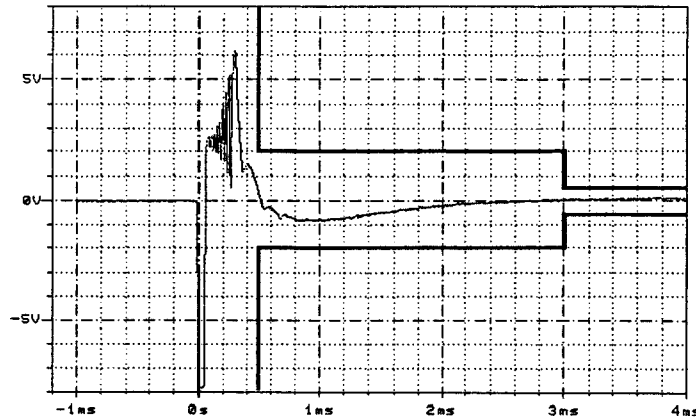

Abbildung 1
- Die Spannungsänderung am Ausgang des Phasendetektors darf sich bis 500 us nach Baugruppenstrobe nur noch um maximal 2V ändern. Nach 4mS muß die Änderung < 0.5V sein. Es ergibt sich ein Spannungsverlauf wie in Abbildung 1.